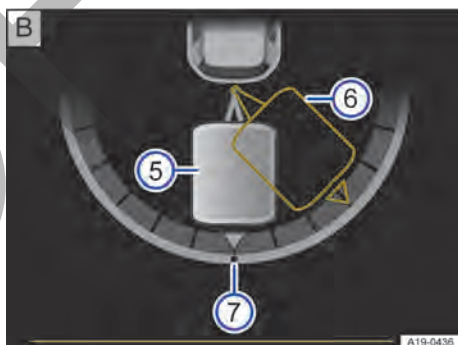

Fig. 173 En la pantalla del cuadro de instrumentos: ajustar el ángulo del conjunto vehículo tractor y remolque.
Leyenda de la → fig. 173:
- Bascule el mando giratorio hasta alcanzar la dirección deseada. En la pantalla del cuadro de instrumentos aparece a modo de orientación una representación del conjunto vehículo tractor y remolque en la posición actual → **fig. 173 B**.
- En caso necesario, corrija el ángulo con el mando giratorio → **fig. 173 A 1**.